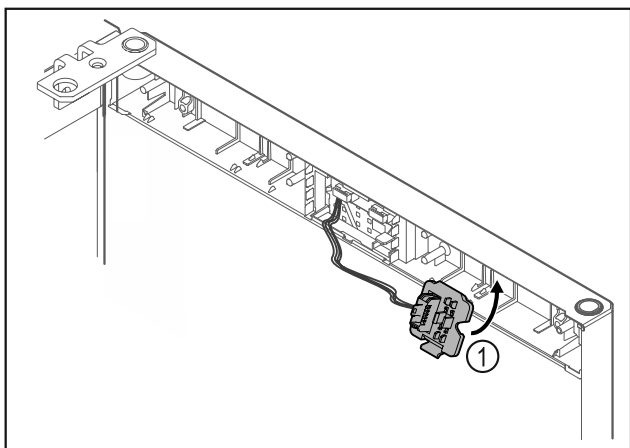

Fig. 23
- Encajar el soporte del conector Fig. 23 (1) en el lado contrario.